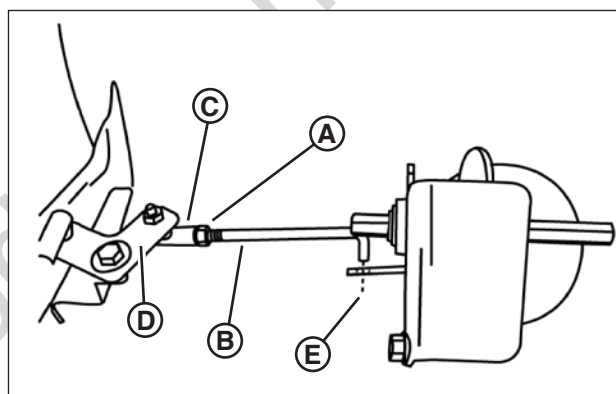

Figura 29: Ajuste de la varilla de transferencia
4. Suelte la contratuerca (**A**, **Figura 29**) que fija la varilla de transmisión (**B**) a la junta esférica (**C**) en el soporte de giro (**D**).